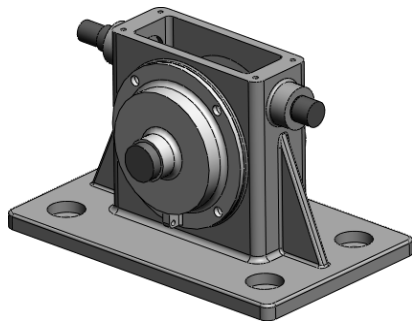

图 6-73 需装配的蜗轮箱
(2) 试使用本书提供的素材文件装配如图 6-73 所示的蜗轮箱。